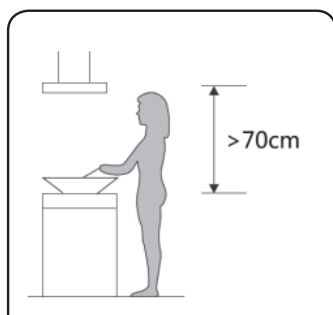

Abbildung 3
- C. Die Dunstabzugshaube muss mit einem Abstand von 70 cm über der Kochfläche angebracht werden, um eine optimale Wirkung zu gewährleisten. (Abbildung 3)